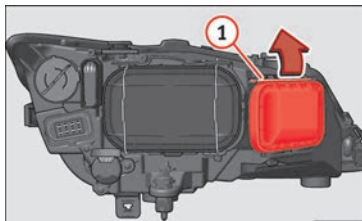

Fig. 107 Lámpara de luz de carretera.
- Desplace el tirante » fig. 107 ① en el sentido de la flecha y saque la tapa.